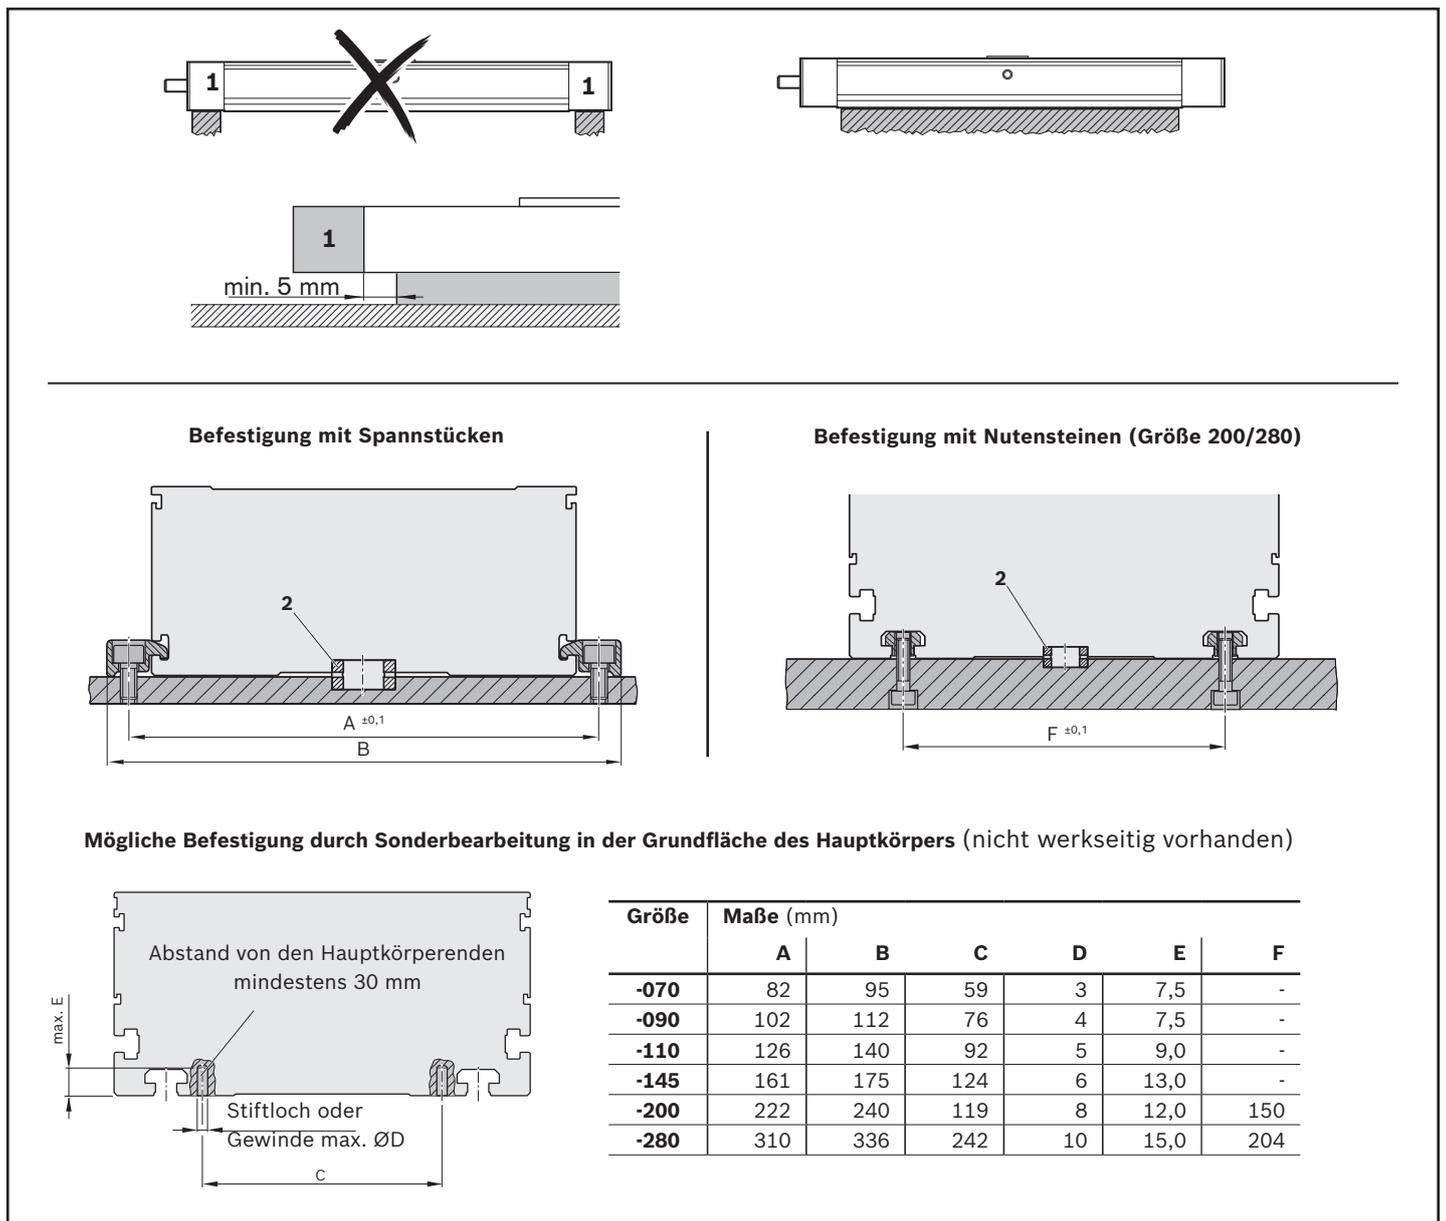

Fig. 4: Befestigung
- ▶ Produkt nie an den Endplatten/Traversen (1) befestigen oder unterstützen. Tragendes Teil ist der Hauptkörper. Diesen möglichst auf der ganzen Länge unterstützen. Mindestabstand zu den Endplatten (1) von 5 mm einhalten ➔ Fig.4.